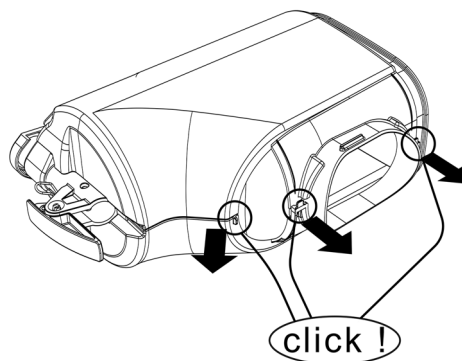

figure 16
- 1 Ouvrir les deux parties en les faisant cliquer. (voir figure 16).